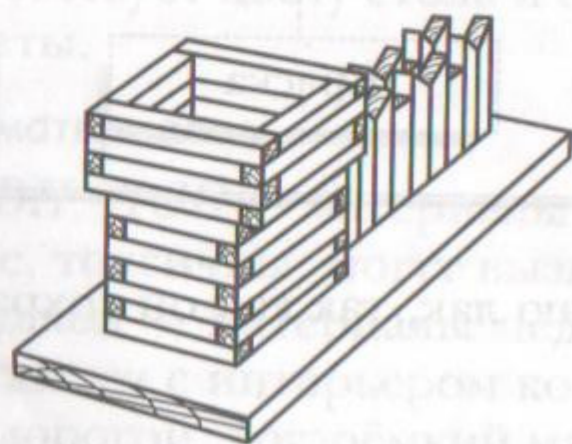

Рис. 109. Лучшая идея: общий вид подставки
**Вывод:** из всех вариантов я выбираю четвёртый. В этой модели ёмкость для карандашей — в виде башни, а отделение для бумаг — в виде крепостной стены (рис. 109).